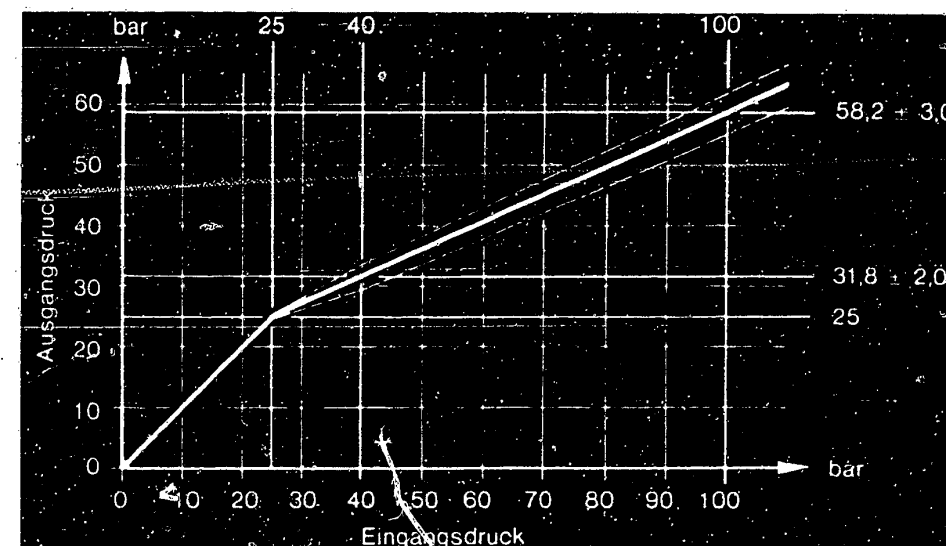

Bild 43 Das Prüfen des Bremsdruckreglers erfolgt bei Eingangsdrücken von 25, 40 und 100 bar.
d) Der **Bremsdruckregler** wird mit zwei Manometern geprüft, die an je einer Entlüfterschraube des vorderen und hinteren Bremskreises angeschlossen und entlüftet werden. Das Bremspedal ist mindestens 5 mal kräftig zu betätigen; dann sind die Drücke mit der Tabelle in Bild 43 zu vergleichen.